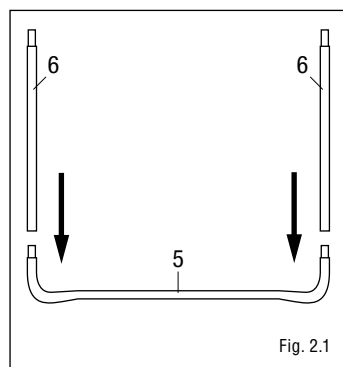

Fig. 2.1
Collegare tutte le gambe fisse (6) ai piedi (5). Fate attenzione che l'adesivo di sicurezza, applicato su una delle gambe fisse, sia rivolto verso l'esterno. (Fig. 2.1)